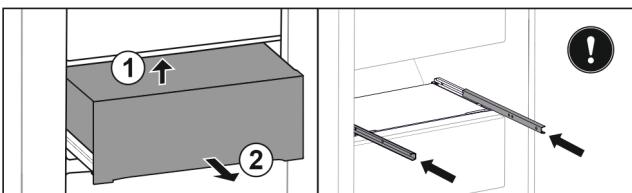

Fig. 43
- Nadvihnite ju zospodu dozadu Fig. 43 (1).
- Odoberte ju dopredu Fig. 43 (2).